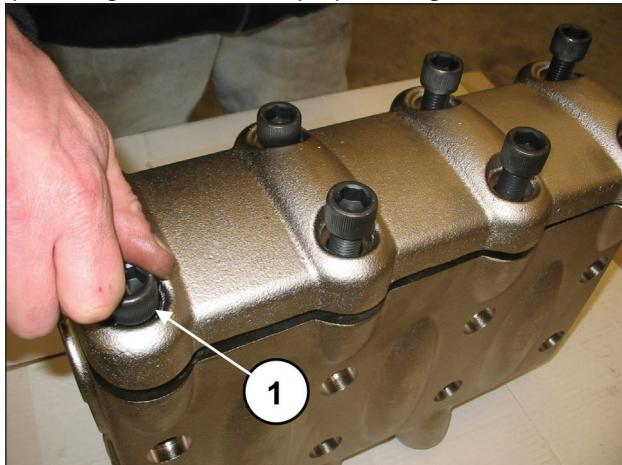
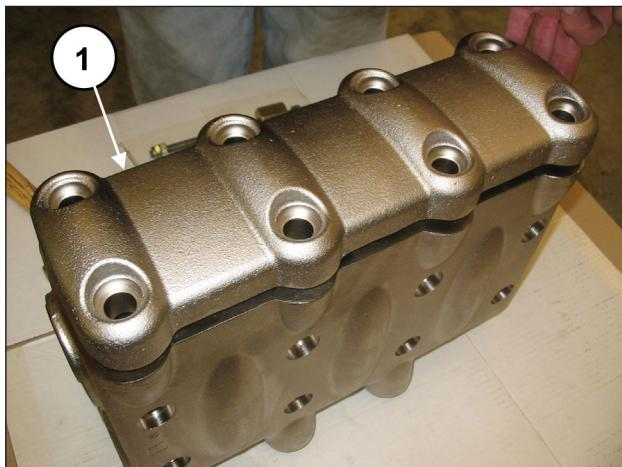

Fig. 88
Fig. 89
Desaperte os 8 parafusos M16x55 da tampa das válvulas (pos. ①, Fig. 88) e retire a tampa (pos. ①, Fig. 89).